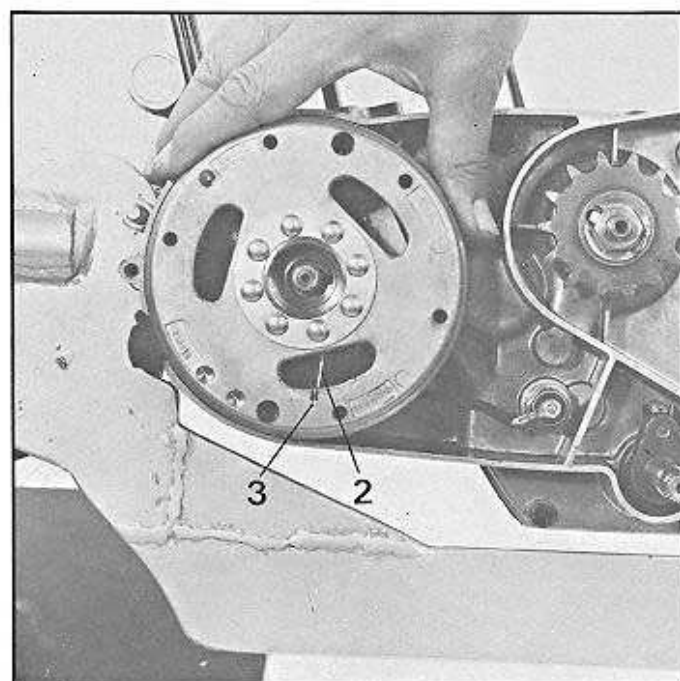

Fig. 30
- Mettre les repères 1 du carter et A du rotor en coïncidence. L'avance à l'allumage est correctement réglée lorsque le trait blanc (repère 2) du capteur est compris entre les deux traits marqués sur le rotor (repère 3) fig. 30.